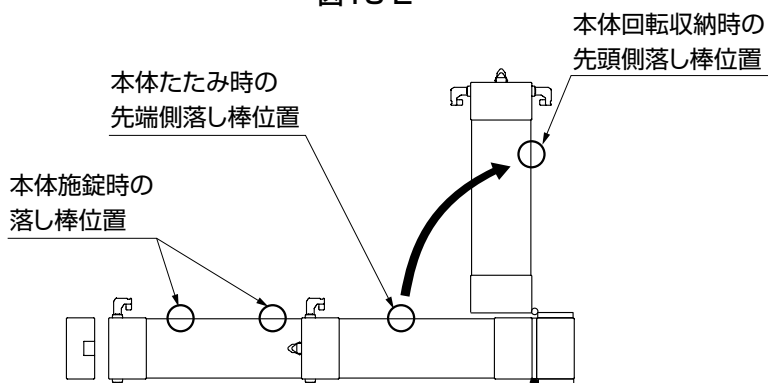

図13-1
- ① 落とし棒受けAをコンクリートたたきに確実に固定してください。(図13-1参照)
- ② 落とし棒受けBを落とし棒受けAに落して回しながら挿入してください。(図13-1参照)